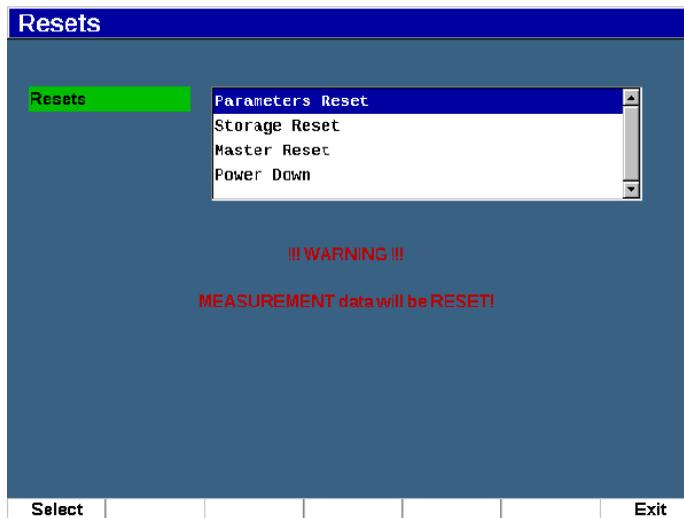

Рис. 3-21 Страница Resets (Сброс)
1. Выберите **Manage > Reset**, чтобы открыть страницу **Resets** [Сброс] (см. Рис. 3-21 на стр 75).